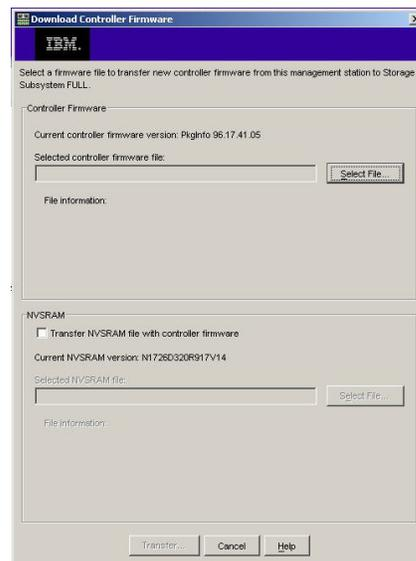

Figure 28. Fenêtre Download Controller Firmware
2. Cliquez sur **Support** → **Download firmware** → **Download Controller Firmware**. La fenêtre Download Controller Firmware s'ouvre (voir la figure 28).